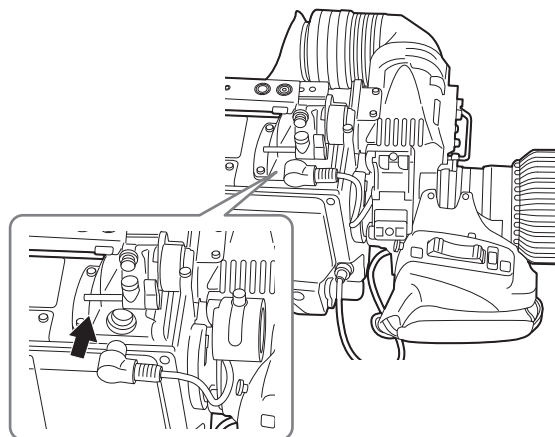

Fig. 2
- 4** Connectez la fiche à la borne <VF>. (Fig. 2)